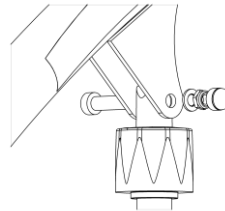

Fig. 1.6D
3. Coloque el vástago del émbolo del actuador en el brazo elevador. Utilice la llave hexagonal y la llave inglesa para ajustar el perno/tuerca (Fig. 1.6D). Coloque el remate en la tuerca.